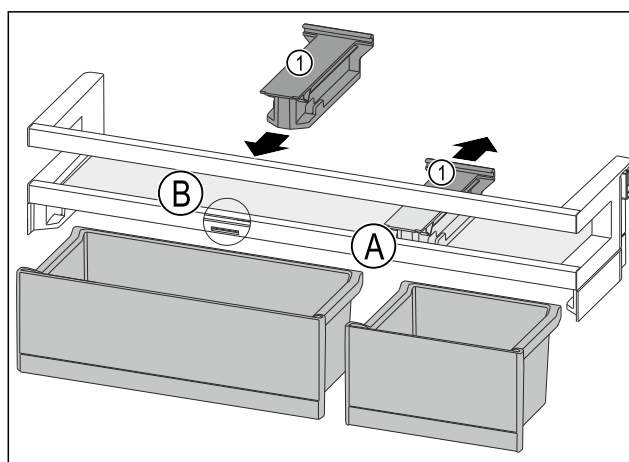

Fig. 122
- Bevestigingsdeel Fig. 122 (1) in positie Fig. 122 (A) naar achteren wegtrekken.
- Bevestigingsdeel Fig. 122 (1) in positie Fig. 122 (B) plaatsen.